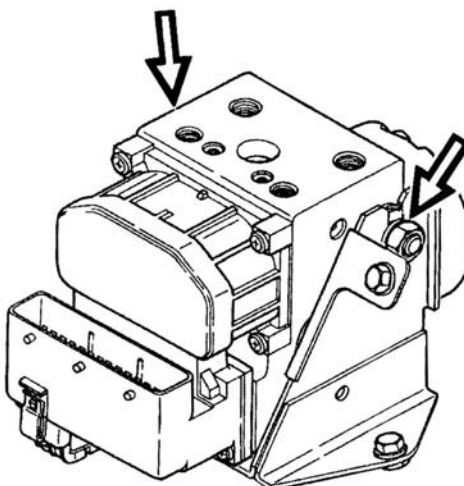

Рис.7.17. Точки крепления гидроагрегата
- затянуть две гайки крепления гидроагрегата к кронштейну моментом 8-9 Н·м (0,8 – 0,9 кгс·м) (рис. 7.17);